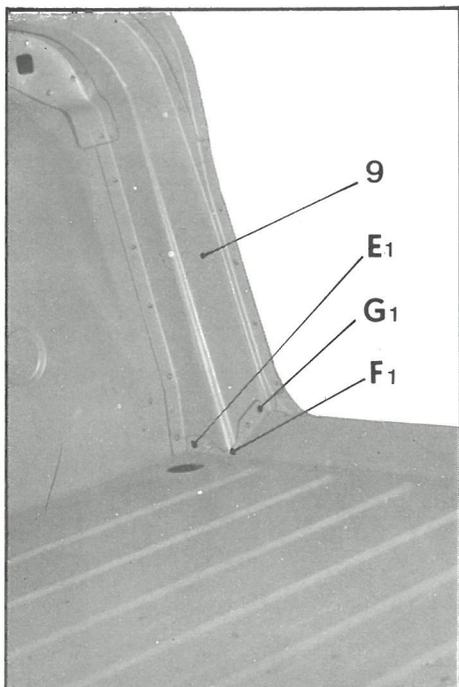

Fig. 8
- en* E₁ F₁ (fig. 8)
- en* F₁ G₁ (fig. 8)